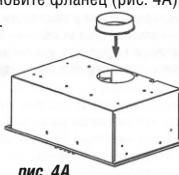

рис. 4A
- Перед установкой КВ, при необходимости, предварительно установите фланец (рис. 4A).